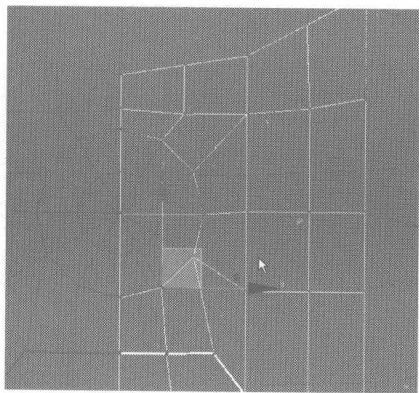
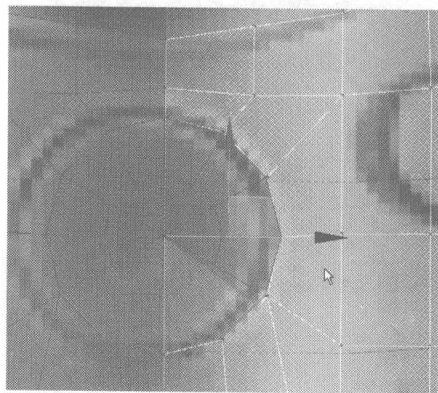

图 3.81
图 3.82
- 02** 选择 MP3 物体, 切换为节点编辑, 将如图 3.81 所示的节点与圆柱体上的节点对齐, 再选择如图 3.82 所示的节点, 单击右键, 选择 Connect 命令为节点中间添加细分线。